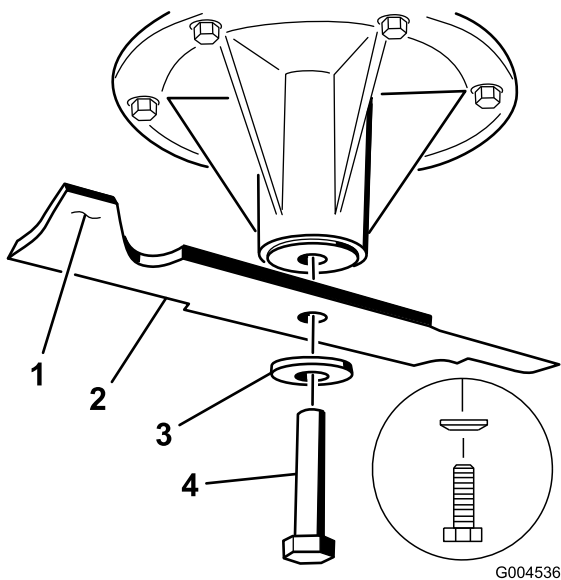

Bild 91
2. Entfernen Sie die Messerschraube, Wellenscheibe und das Messer von der Spindelwelle (Bild 91).